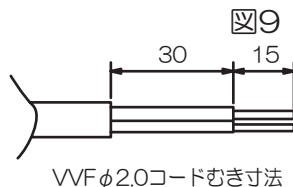

図9
- ①配線コードは本体取付位置より2m程度余裕をもって配線してください。
- ②配線コードは図9のように先端を段むきしてください。
- ③配線コードを接続端子台に芯線が止まるまで確実に差し込んでください。
- ④付属のコード押さえクランプでコードを固定してください。